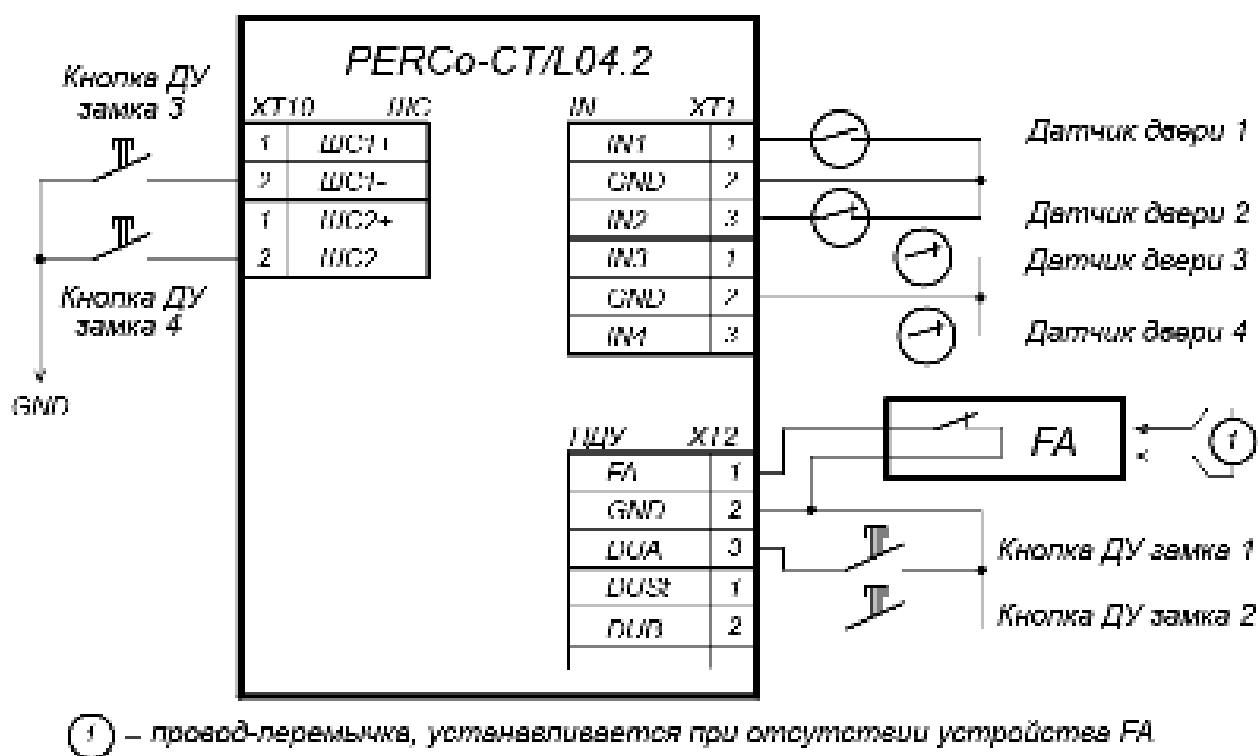

Рисунок 5. Схема подключений кнопок ДУ и датчиков двери
3. Кнопка ДУ «Выход» замка, при необходимости ее установки, подключается к клеммной колодке **XT2 (XT10)** нижней платы контроллера (см. рис. 5).
4. Датчик двери (геркон) подключается к клеммной колодке **XT1** нижней платы контроллера (см. рис. 5). Датчик двери с замком, управляемым выходом **OUT1**, подключается к входу **IN1**, выходом **OUT2** – к входу **IN2** и т. д. Датчик двери должен быть смонтирован таким образом, чтобы при закрытой двери обеспечивалось устойчивое его срабатывание.
5. Устройство аварийной разблокировки (аварийного открытия прохода) **Fire Alarm** подключается к клеммной колодке **XT2** нижней платы контроллера (при этом необходимо удалить заводскую переключку проводом), см. рис. 5 и разд. 8.2.6.